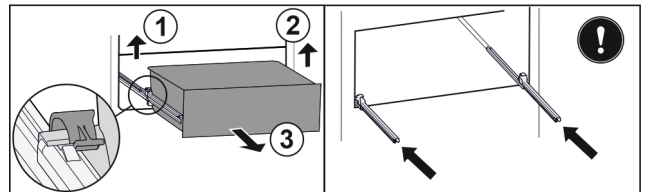

Fig. 56
- Sollevare il morsetto sinistro e allo stesso tempo tirare in avanti il cassetto sinistro. Fig. 56 (1)
- Sollevare il morsetto destro e allo stesso tempo tirare in avanti il cassetto destro. Fig. 56 (2)
- Rimuovere il cassetto tirandolo in avanti. Fig. 56 (3)